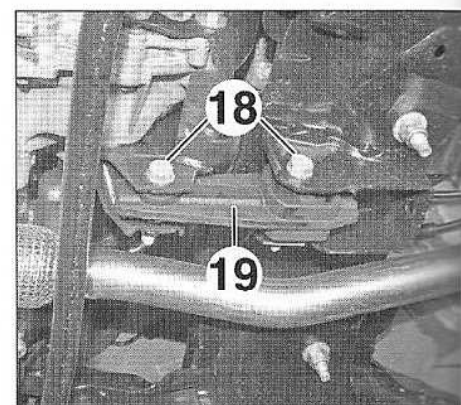

FIG.10
- les vis (18) (Fig.10),
- la biellette anticouple (19),